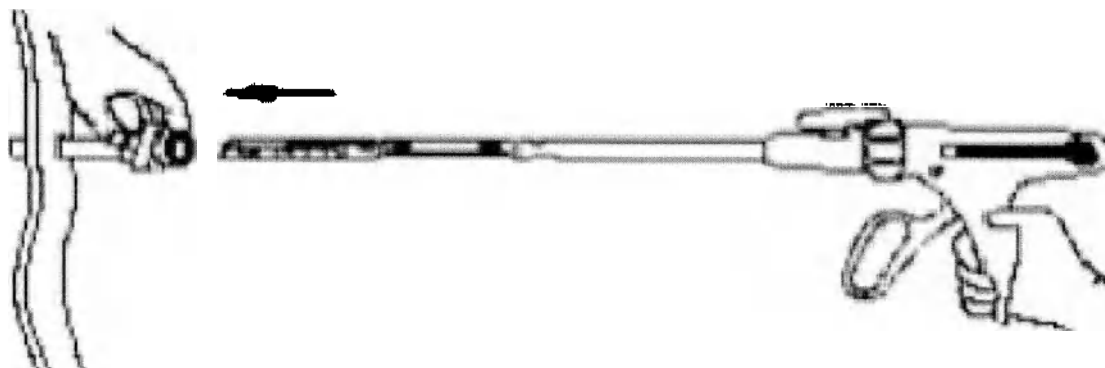

Рисунок 6.
1. Губки кассеты должны быть закрыты перед введением инструмента в троакарную втулку. Для этого сожмите ручку (рис. 6). Потяните кнопку РАЗГРУЗКИ/РАЗБЛОКИРОВКИ (расположенную на нижней стороне вала) обратно к прибору, поверните кассету против часовой стрелки на  $45^\circ$  и снимите кассету со ствола прибора. (Рисунок 6)